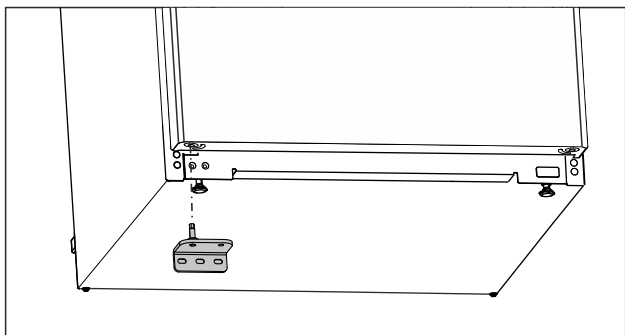

Fig. 20
- ▶ Вставте нижній опорний кронштейн із протилежного боку. (див. Fig. 20)